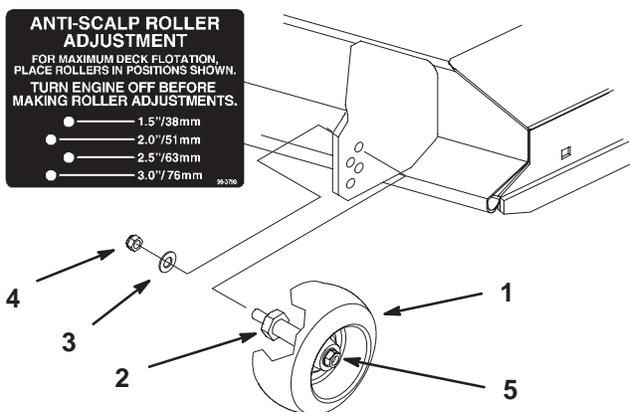

Figure 22
2. Lorsque la hauteur de coupe est réglée, enlevez l'écrou à collerette et la rondelle élastique tout en maintenant le goujon avec une clé (Fig. 22).
Remarque : N'enlevez pas l'écrou et la rondelle de la roue (Fig. 22).
3. Choisissez le trou pour que la roue de jauge se trouve le plus près possible de la hauteur de coupe correspondante voulue (Fig. 22).
4. Remettez l'écrou à collerette et la rondelle élastique. Serrez à 54–61 Nm (40–45 pieds-livres) (Fig. 22).